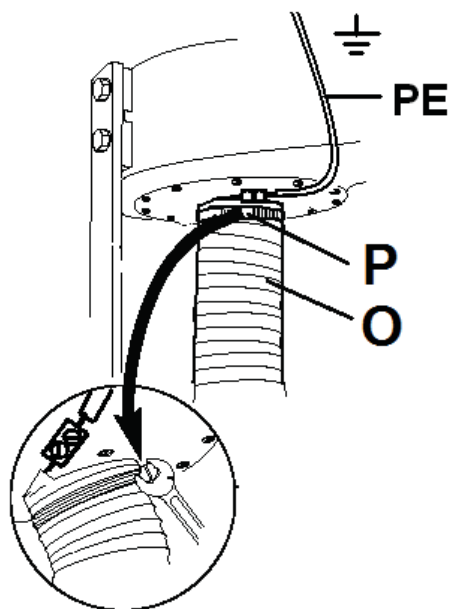

Рис. 12
- Скористуйтеся одним хомутом (P), щоб приєднати шланг (O) до вхідного штуцера (Рис.12)